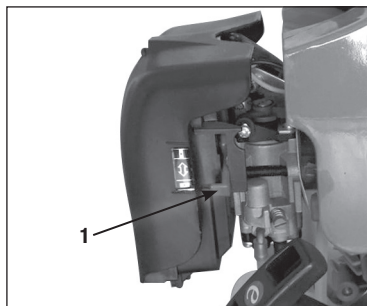

Рис. 9 Рычаг управления воздушной заслонкой ТА2
2. Закройте воздушную заслонку карбюратора. Для этого рычаг 1 управления воздушной заслонкой установите в положение «ЗАКРЫТО» (Рис. 9, 10):
ТА2 — Рычаг 1 управления воздушной заслонкой переведите в крайнее верхнее положение (Рис. 9).